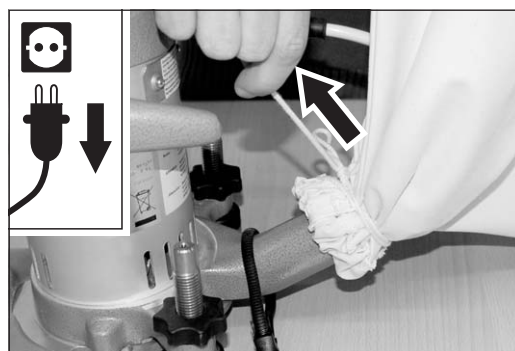

Abb. 32 Die Schleife an der Kordel am Staub-sack öffnen.
- 6 Öffnen Sie die Schleife an der Kordel am Staub-sack (Abb. 32).